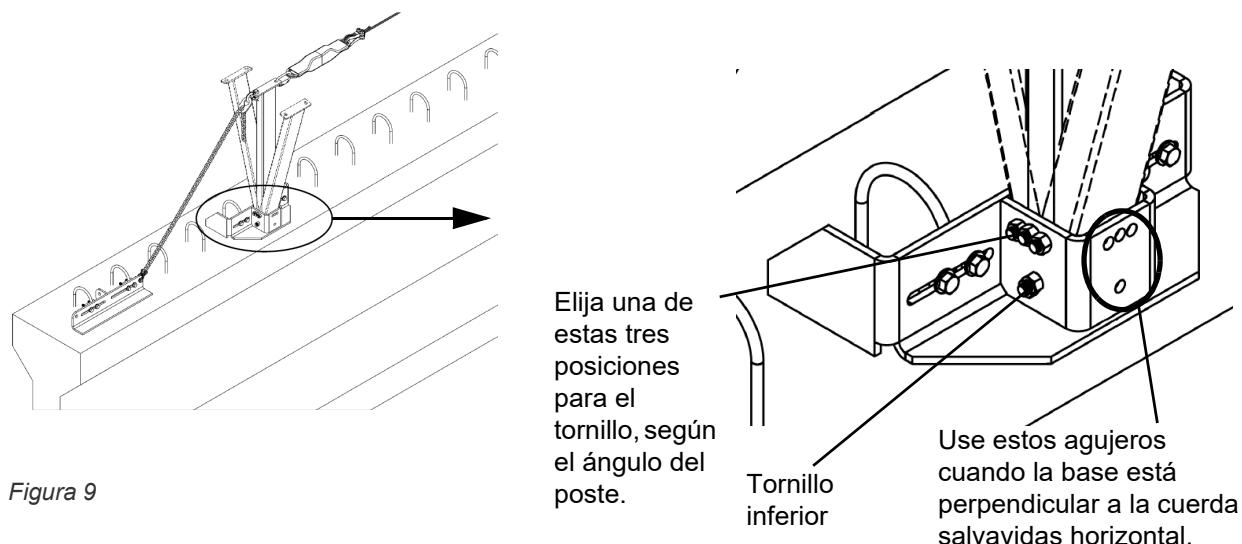

Figura 9
- (1) Quite el poste del puntal del casquillo receptor en la base del puntal.
- (2) Instale el puntal de manera tal que la placa en la parte superior del poste del puntal esté paralela a la cuerda salvavidas horizontal.
- (3) Alinee el agujero inferior del poste del puntal con el agujero inferior del casquillo receptor.
- (4) Introduzca un tornillo de 1/2 pulg. de diámetro en el agujero inferior. Véase la figura 9.
- (5) Ponga una tuerca y una arandela, y apriételas a mano.
- (6) El poste del puntal puede quedar en posición vertical o inclinado hacia la izquierda o hacia la derecha.
- (7) Cuando el puntal ha quedado en la posición requerida, apriete las dos tuercas a un par de 115 ft lbf (155 Nm).